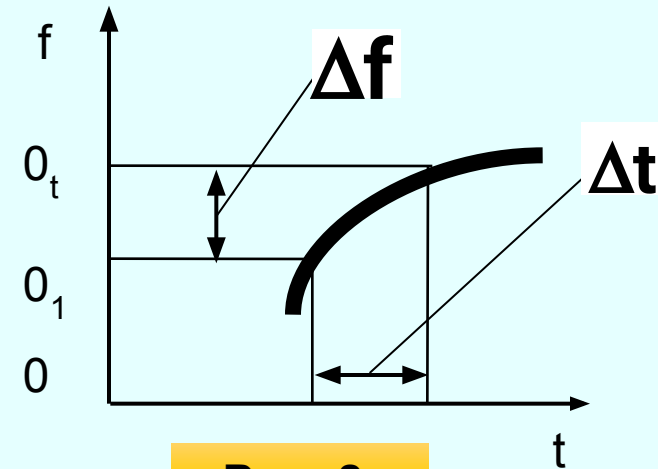

Рис. 8.
**3. СТАБІЛЬНІСТЬ ЧАСТОТИ ГЕНЕРАТОРА** - здатність генератора зберігати відтворене значення частоти на протязі деякого оговореного часу при незмінних інших умовах, рис.8.